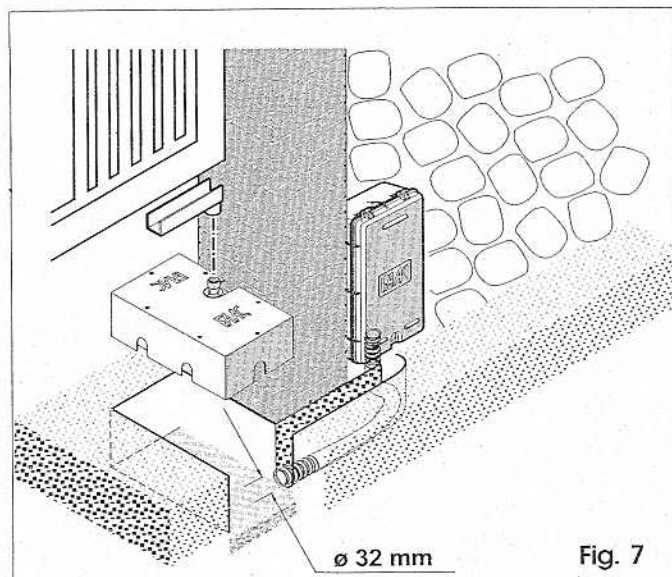

Fig. 7
- 4) Poser un tube flexible en PVC de 32 mm de diamètre pour le passage des tubes en cuivre, allant jusqu'à la centrale hydraulique (fig.7).
**N.B.:** Pour la pose correcte des tubes, il faut poser provisoirement le boîtier du vérin (fig.7/8).